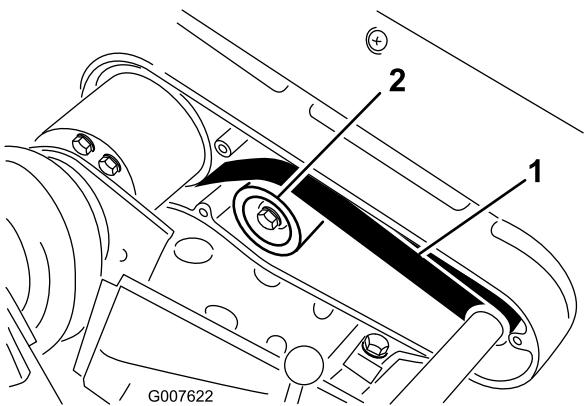

図 32
2. プーリ間の中央（図 32）でベルトを 2.3~2.7 kg程度の力で押して点検します。ベルトのたわみが 6 mm 程度あれば適正です。
- A. アイドラ・プーリ固定ナットをゆるめ、プーリをベルトの背に押しつけて、適当な張りを出す（図 32）。